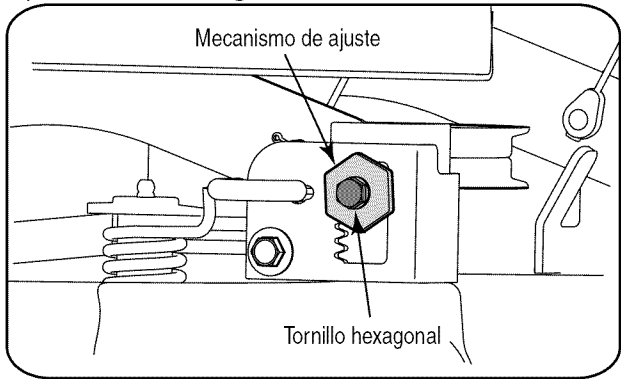

Figura 6-6
- Desde el lado izquierdo del tractor, afloje sin quitar, el tornillo hexagonal de la ménsula de ajuste izquierda de la plataforma. Vea la Figura 6-6.
- Para nivelar la plataforma gire el mecanismo de ajuste, ubicado inmediatamente detrás del tornillo hexagonal, en sentido de las agujas del reloj (hacia atrás) para bajar el lado izquierdo de la plataforma. Gire el mecanismo en sentido contrario a las agujas del reloj (hacia adelante) para levantar el lado izquierdo de la plataforma. Vea la Figura 6-6.